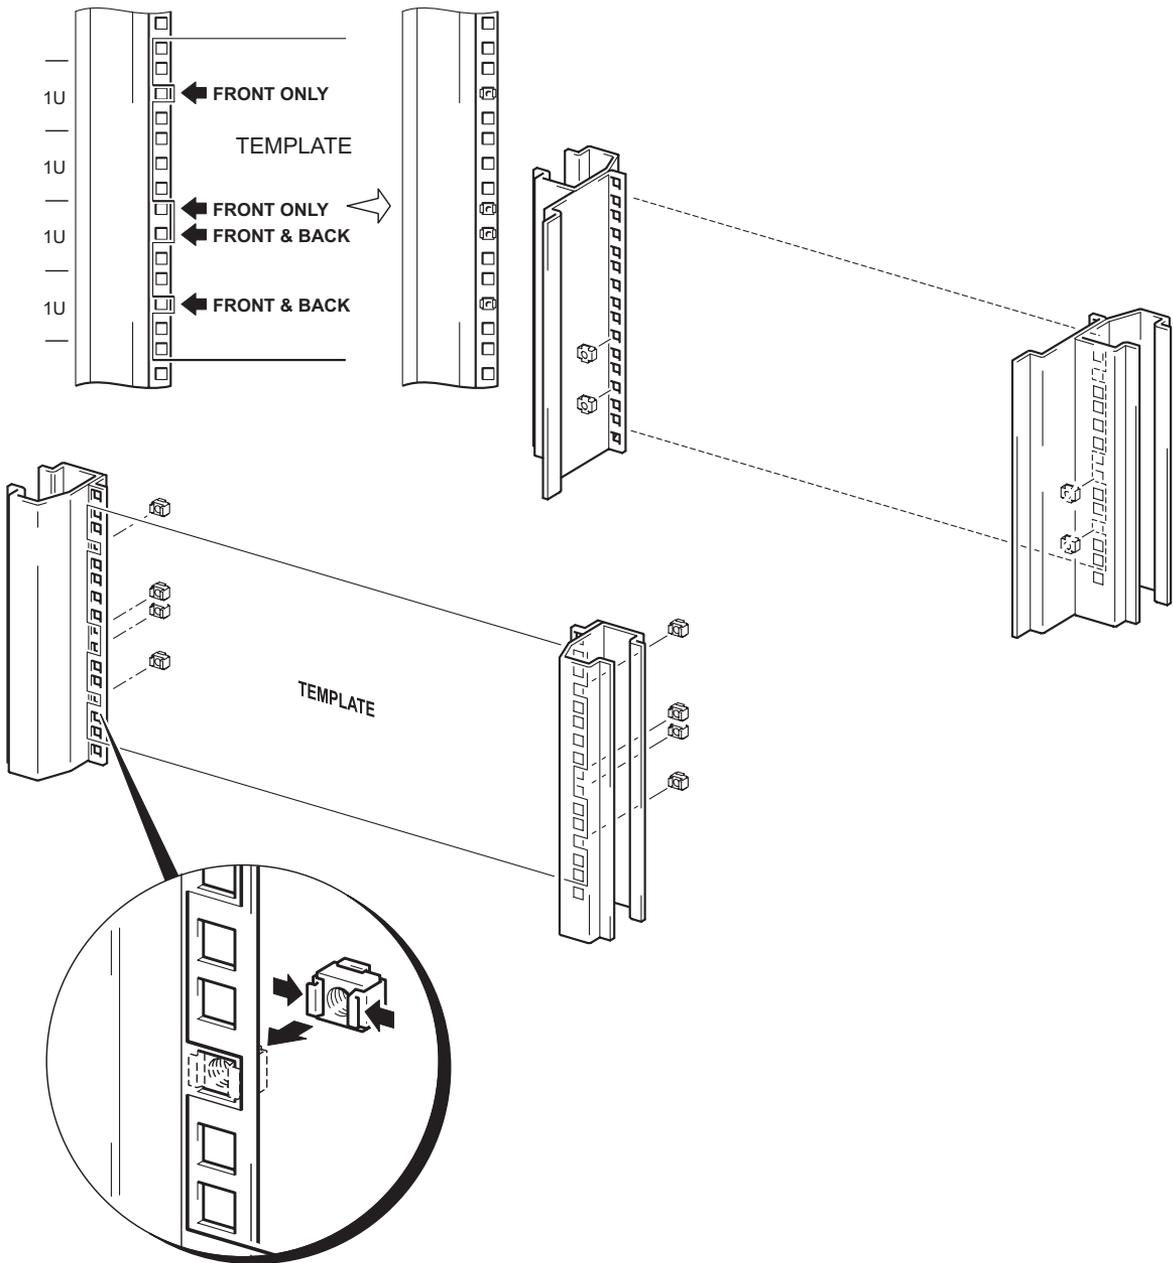

Figure 2b : Installation d'écrous cage M6 dans des racks non HP
- 3** Placez les huit premiers écrous cage, comme indiqué à la Figure 2b, dans les emplacements signalés par des espaces et des flèches noires sur le gabarit (quatre écrous cage de chaque côté). Pour cela, exercez une pression sur les côtés de l'écrou cage et insérez-le dans l'orifice carré depuis l'intérieur de la colonne du rack. Les écrous cage fonctionnent un peu comme des ressorts. Si nécessaire, utilisez un tournevis pour les mettre en place.